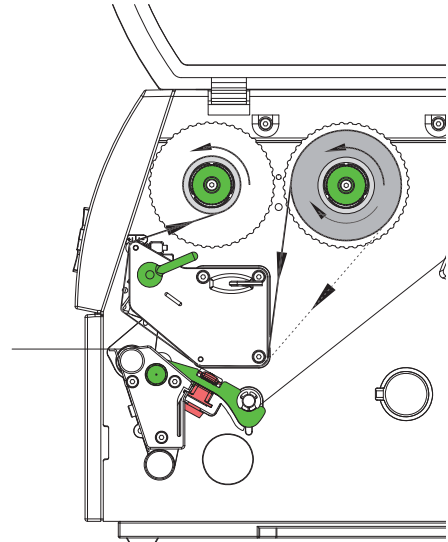

图 11 碳带安装路径
7. 以图11所示之路径安装碳带，图中碳带供应轴的实线为内碳安装方式，虚线为外碳安装方式 ；